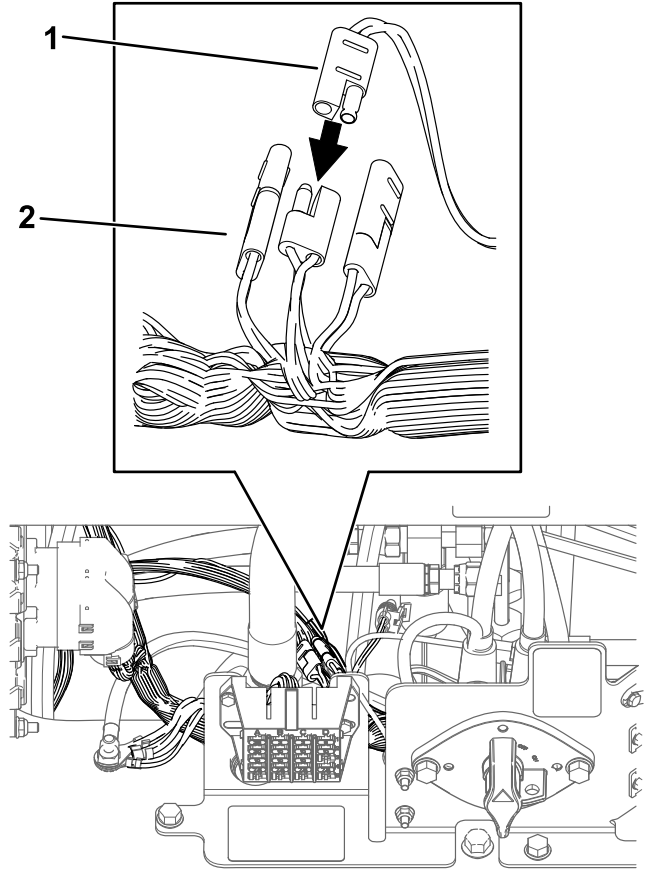

Рисунок 8
- Снимите заглушку с разъема для принадлежностей на жгуте проводов машины (P50, P75 или P76) и вставьте в этот разъем жгут проводов из комплекта (Рисунок 8).